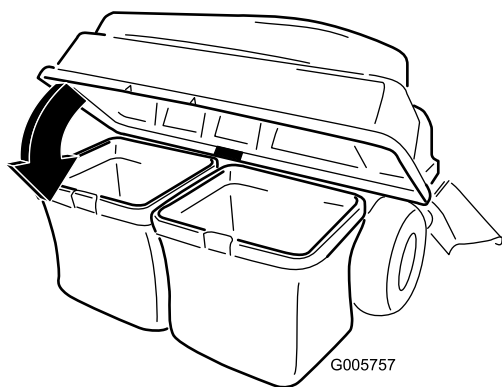

Figura 13
6. Baje la tapa del ensacador sobre las bolsas (Figura 13).